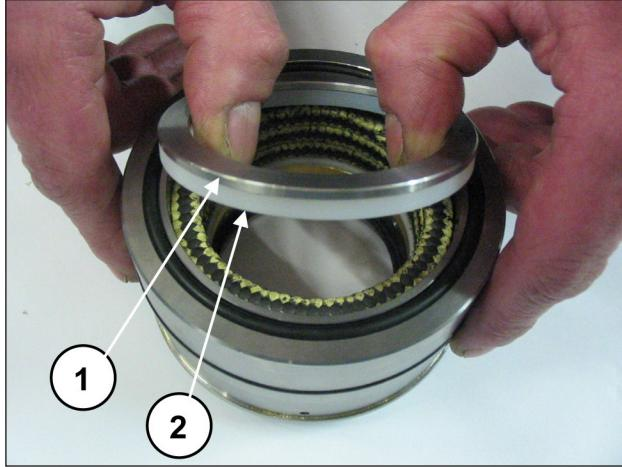
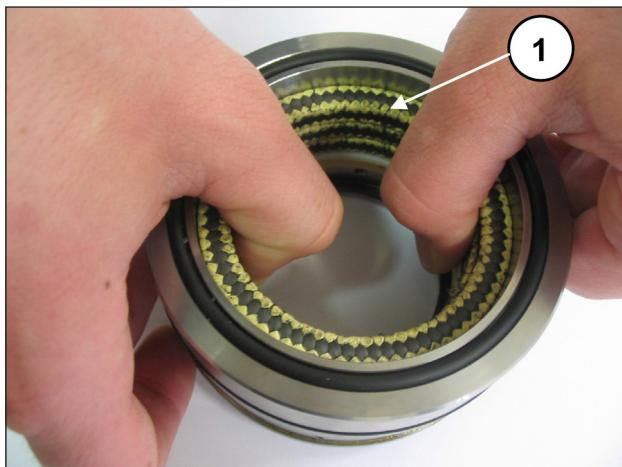

Fig. 193
Fig. 194
Separe o suporte das juntas da camisa, retire o anel para mola e o anel de raspagem (pos. ① ②, Fig. 193) para ter acesso às juntas de pressão (pos. ①, Fig. 194).